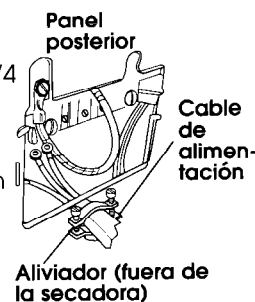

Figura 20
4. Fije el alivador de 3/4 pulg. con aprobación U.L. (con la marca U.L.) en el orificio debajo de la abertura del bloque de terminales (consulte la figura 20).